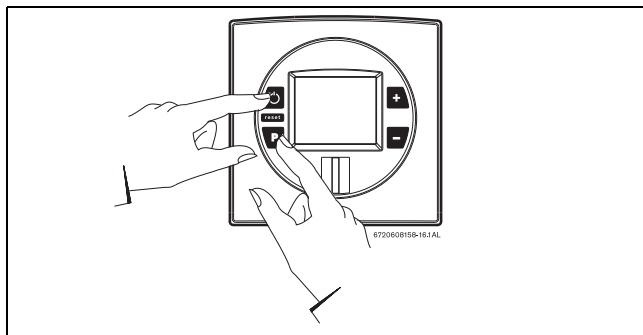

Рис. 49 Режим регулювання тиску газу
- ▶ Утримуючи натиснутою кнопку програмування («Program»), увімкніть апарат вимикачем (Рис. 49).